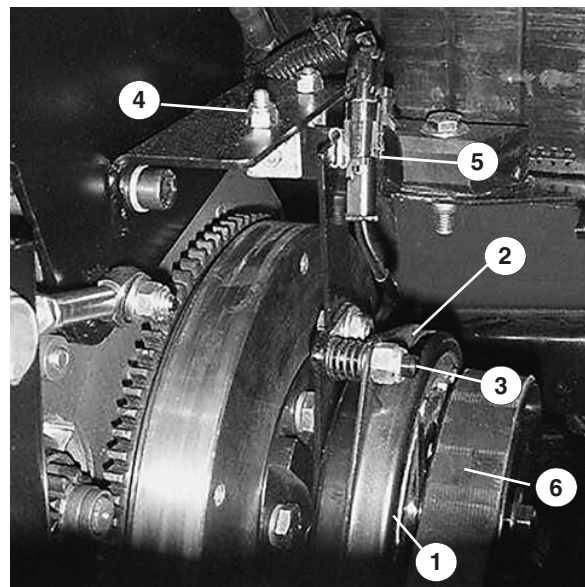

Figure 29
4. Tournez la poulie de prise de force vers le moteur et déposez la courroie (Fig. 29).
2. Retirez l'écrou et le boulon de la patte de retenue gauche afin de pouvoir déposer le pare-choc en caoutchouc (Fig. 29).
3. Débranchez le connecteur électrique de l'embrayage (Fig. 29).
4. Réglez l'entrefer de façon à pouvoir passer une jauge d'épaisseur de 0,015 pouce entre la garniture d'embrayage et la plaque de frottement en poussant légèrement (Fig. 29). Pour augmenter l'entrefer, tournez l'écrou de réglage dans le sens horaire.